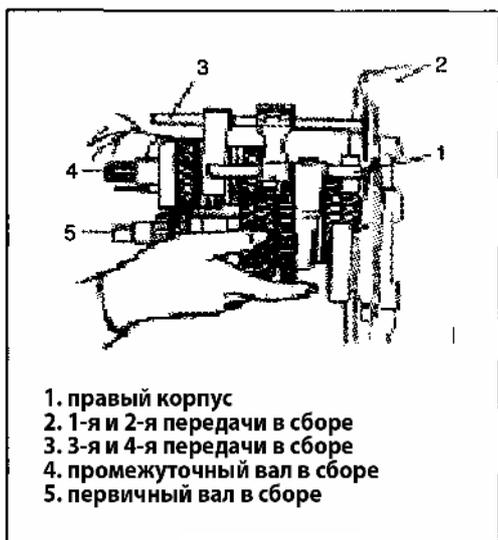

Рис. 400
- 2) Установите первичный вал, промежуточный вал, рычаг 1-й и 2-й передач вместе с рычагом 3-й и 4-й передач в правый корпус (Рис. 400). Внимание: правый подшипник первичного вала необходимо устанавливать в правый корпус при помощи пластикового молотка. Во время сборки, проверьте надежное соединение промежуточного вала с шестерней главной передачи.